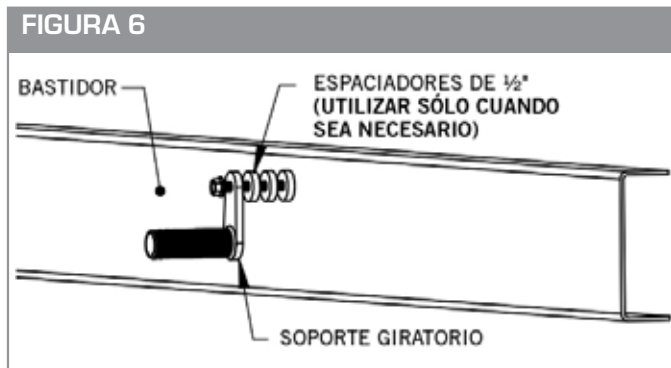

FIGURA 7
- Una vez que los soportes estén en posición con el guardafango, apriete el 5/8" x 4-1/2" que atraviese el soporte giratorio (10001476) para fijar el giratorio de forma segura al bastidor. **(Ver la Figura 7)**